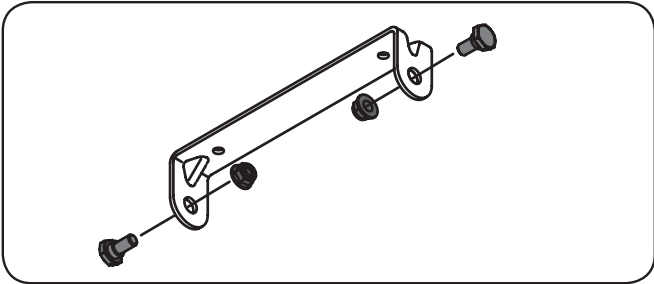

Figure 3-5
1. Enlevez les deux boulons à épaulement et contre-écrous sur le support de montage fournis dans le sachet de boulonnerie. Voir la Figure 3-5.